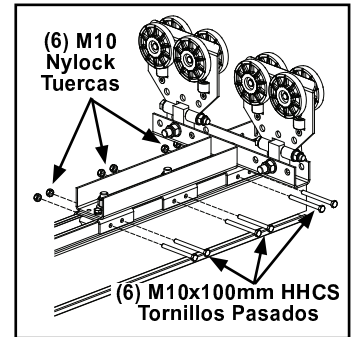

Figura 3-96
- Paso 3. Instale dos (2) M10 x 100 mm HHCS con tuerca nylock M10. **Apriete tornillos hasta asentar + ¼ vuelta.** No apriete de más, Puede doblar el soporte. ver Figura 3-96.